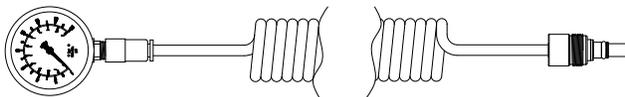

Figura 54: Calibrador de presión CP VS-32344
4. **Quite** la manguera para llanta de la tapa de maza e **instale** el calibrador CP (Figura 54).